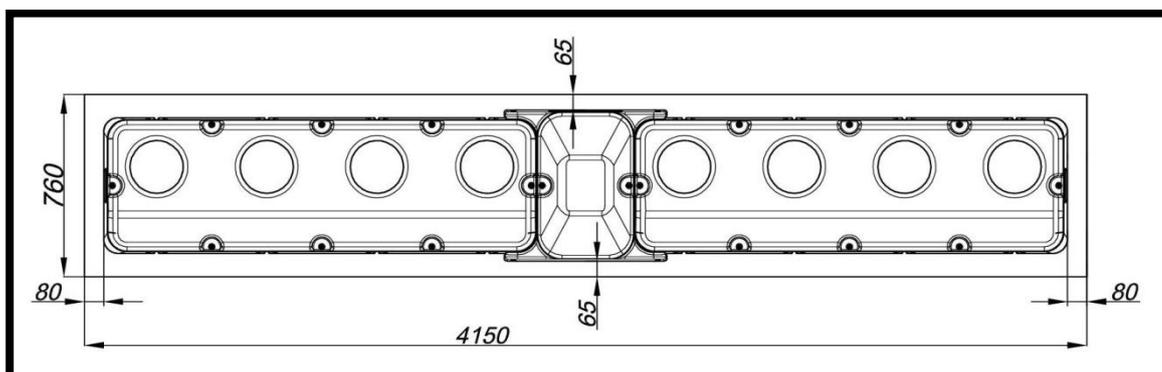

Рис. 8
- 5) Выставьте равномерно поилку на бетонной плите так, как показано на рис.8.